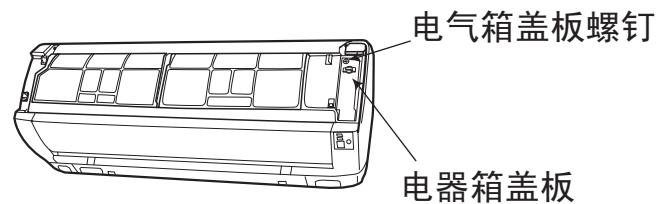
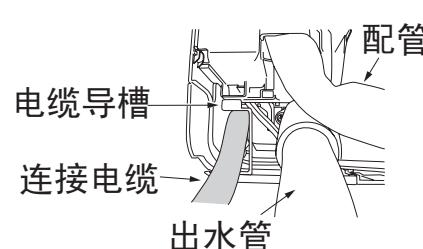

图14-2
图14-3
(2) 打开面板，拧下电气箱盖板固定螺钉，取下电气箱盖板。（如图14-2）
(3) 电线连接顺序
- 将连接电缆穿过电缆导槽从风室下盖板处穿出至电气箱接线端子处。（如图14-3）